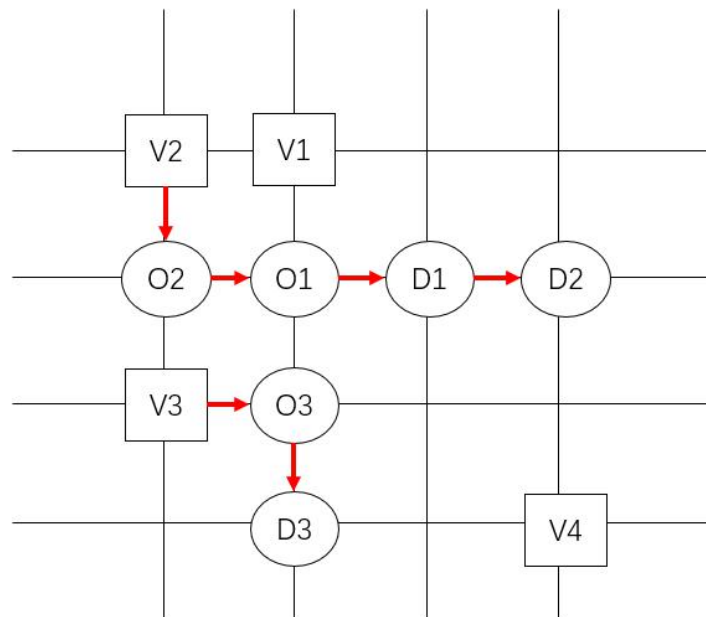

图 1：订单分配结果及路径规划
4. 图 1 表示简化的地图，V1, V2, V3, V4 分别表示每个司机的起始位置。O1, D1 分别表示乘客 1 的出发点 Origin 和目的地 Destination。其它的类似。
5. 在图 1 中，司机的成本简化成接送路线在网格中的长度。接送路线必须满足先接后送，如果有多条路线，取最短的 1 个。比如， $\text{Cost}(\text{V1}, \text{O1}) = \text{Dist}(\text{V1}, \text{O1}, \text{D1}) = 2$ ， $\text{Cost}(\text{V1}, \{\text{O1}, \text{O2}\}) = \text{Dist}(\text{V1}, \text{O2}, \text{O1}, \text{D1}, \text{D2}) = 5$ 。